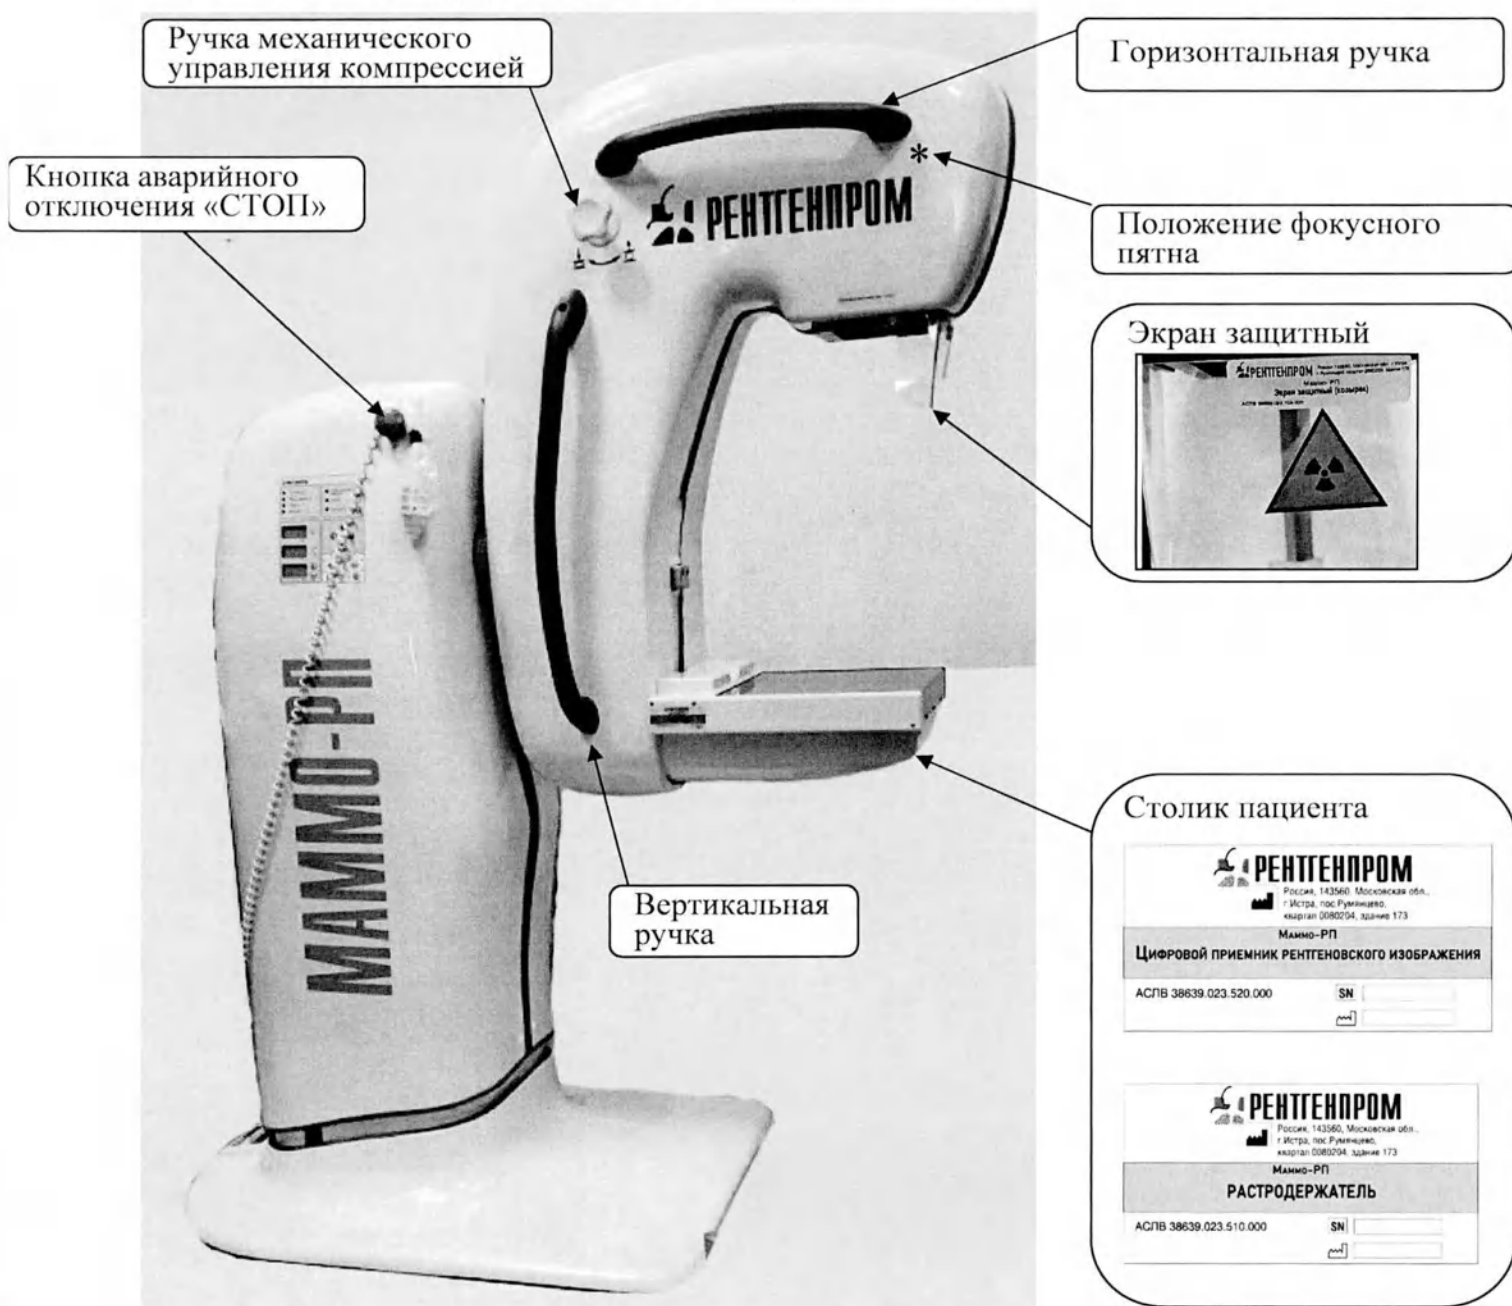

Рисунок 2 – Общий вид маммографа
знак радиационной опасности	экран защитный (козырек), рис. 1.1, рис.2
Общий вид маммографа (без АРМ 1 и АРМ) показан на рис.2.
На устройстве коллимации установлен экран защитный (рис.2), предназначенный для предохранения лица пациента от рентгеновского излучения во время снимка.
4.1.5.1. Моторизованное усилие сжатия молочной железы регулируется ножными органами управления – двойными педалями, степень защиты IPX6 (рис.6), которые расположены на полу с левой и правой сторон маммографа, компрессия вручную – ручками механического управления (рис.2). С пульта управления может быть задана автоматическая декомпрессия по окончании экспозиции.